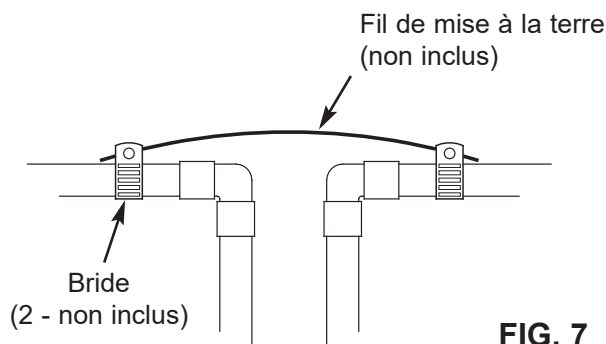

FIG. 7
- Relier les sections coupées de la conduite d'eau principale avec un fil de cuivre de calibre 4, fixé solidement à chaque extrémité – pièces non fournies (cf. Figure 7).